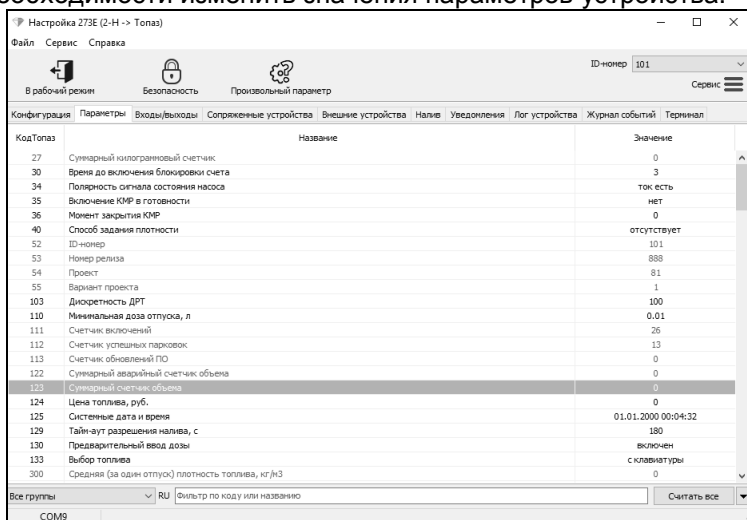

Рисунок 13
10.7 На вкладке "Параметры" (рисунок 13) можно просмотреть и при необходимости изменить значения параметров устройства.